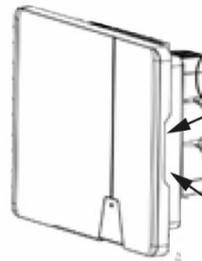

Fig. 3.2: Poziție de ridicare (partea dreaptă)
- 1 Ridicați aparatul de mânerile încastate (a se vedea fig. 3.2). Respectați centrul de greutate al aparatului!